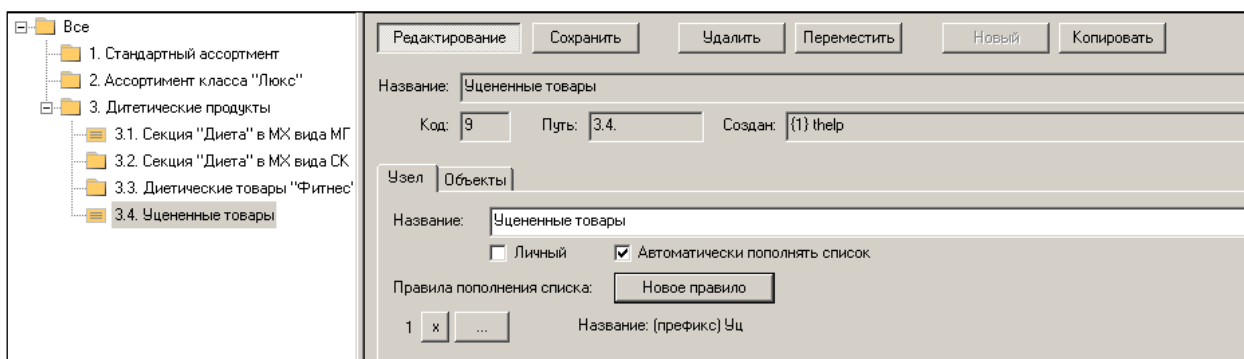

Рисунок 22 – Правило для уцененных товаров
- Установить правило пополнения этого ассортимента: класс правила пополнения – **Название**; параметру правила присвоить одно или несколько значений (Рисунок 22):